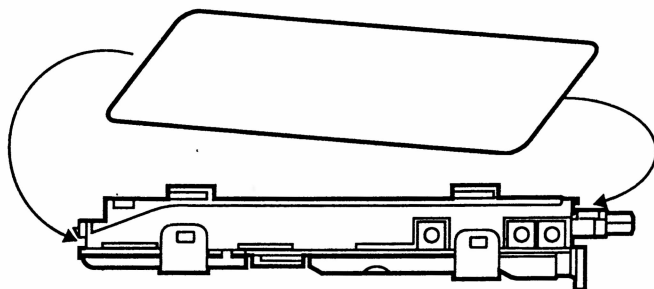

Рис. 3.16. Размещение прокладки (Gasket)
6. Разместите прокладку, как показано на рис. 3.16.